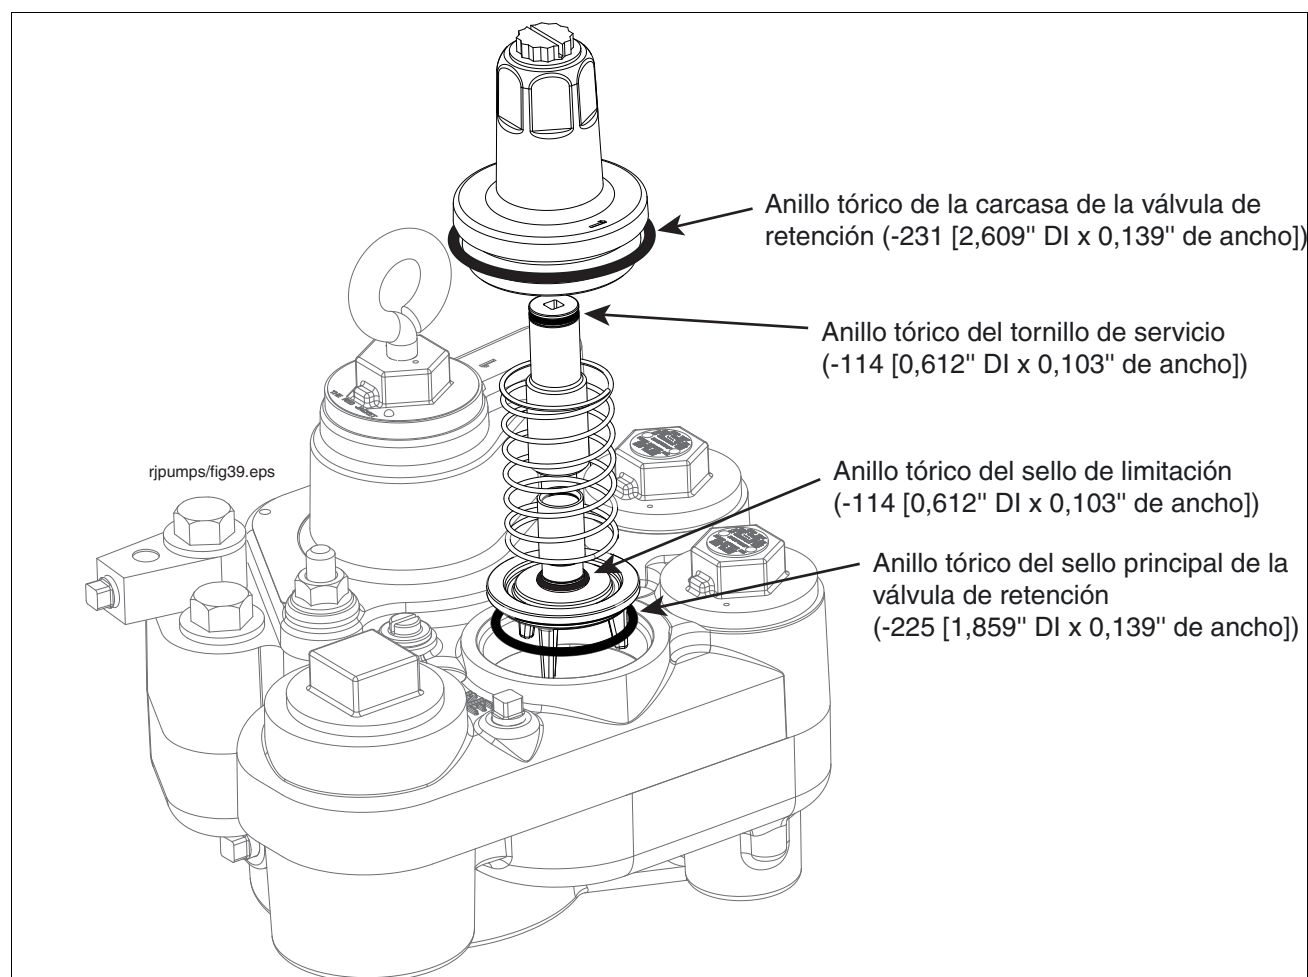

Figura 36. Inserción del conjunto de la válvula de retención en el colector
6. Con el anillo tórico lubricado en su lugar, inserte la válvula de retención en su asiento en el colector, y coloque el nuevo resorte en la válvula de retención (vea la Figura 36). Coloque la carcasa de la válvula de retención con el anillo tórico sobre el resorte y la válvula de retención y atorníllela hasta que la sienta firme. Apriete la carcasa a 40 - 50 pies-libras (54 - 67 N•m).